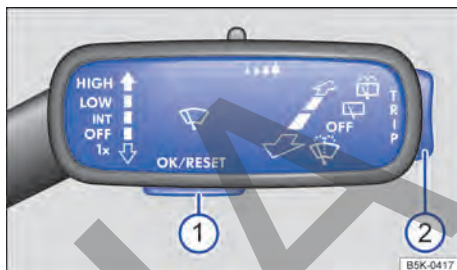

Fig. 18 En el lado derecho de la columna de dirección: teclas de la palanca del limpiacristales (representación esquemática).
Mientras haya una advertencia con prioridad 1 → pág. 17, no se podrá acceder a ningún menú. Algunas advertencias se pueden confirmar y ocultar con la tecla → fig. 18 ①.